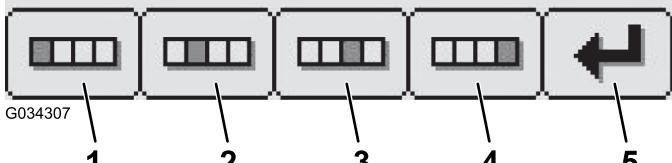

Figura 19
5. Inserite il vostro nuovo PIN utilizzando i pulsanti da 1 a 4 e premete il pulsante 5 quando completate il vostro nuovo PIN (Figura 19).